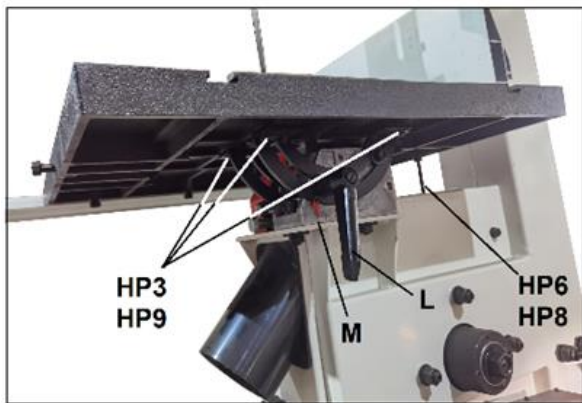

Рис. 14
8. Когда параллельность достигнута (и полотно по-прежнему отцентрировано во вкладыше стола), надежно затяните четыре винта поворотной опоры (НРЗ, Рис. 14).
9. Вставьте стопорные винты с гайкой (см. НР6/8, Рис. 14) в резьбовые отверстия стола.
14. При необходимости, ослабьте винт и переместите указатель (M, Рис. 14) в нулевую точку шкалы. Затяните винт.